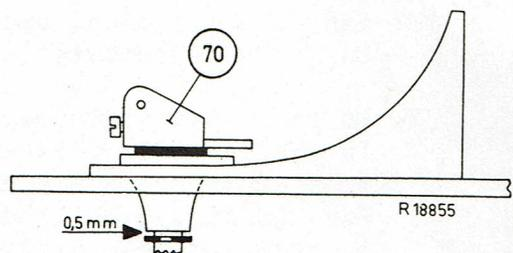

Fig.9
1. L'étrier du bras de pick-up 70 doit être monté de telle façon sur l'axe de pick-up à l'aide de la vis de réglage que le jeu entre la rondelle et le pied est de 0,5 mm (voir la fig. 9).